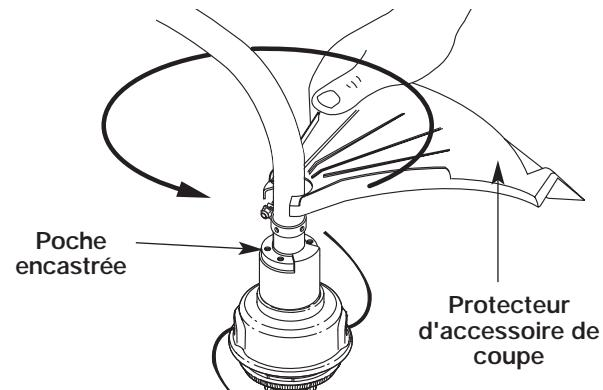

Figure 4
- Enfoncez le protecteur d'accessoire de coupe sur le haut de l'accessoire de coupe, puis tournez-le jusqu'à ce que les trous à vis soient alignés et que le protecteur s'emboîte dans la poche encastrée (Fig. 4).